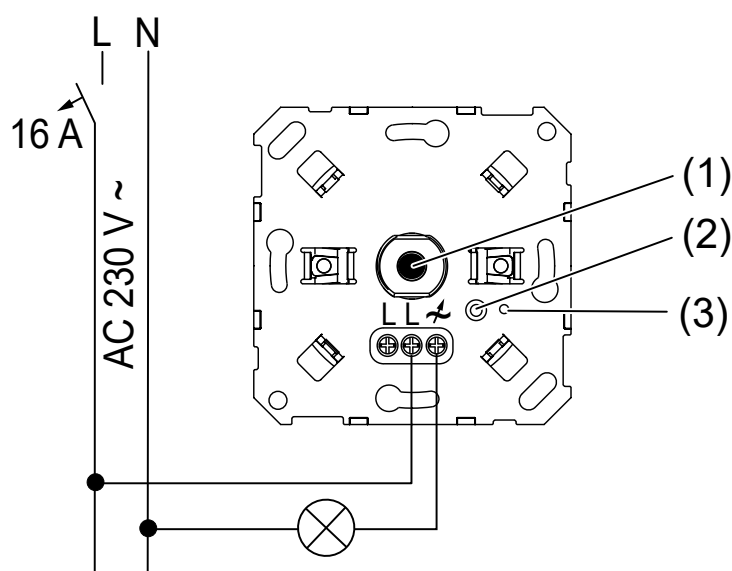

Figure 1: Schéma de raccordement
- (1) Axe de rotation
- (2) Bouton Prog.
- (3) LED d'état
- (4) Interrupteur va-et-vient
- Raccorder le variateur conformément au schéma de raccordement (voir figure 1).